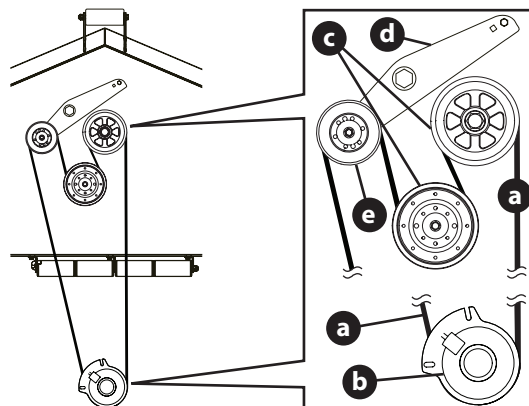

Figura 38
- Extraiga la correa de la TDF (a) de la plataforma siguiendo las instrucciones que figuran en los PASOS 1 - 3 en la sección Retiro de la plataforma y luego quítela de alrededor del embrague de la TDF (b) (Figura 38).
- Coloque la correa de la TDF (a) (Figura 38).
- Después de pasar la correa alrededor de la polea de la TDF (c), utilice un arrastre de 1/2" (12.7 mm) en el soporte de la polea tensora (d) y gire hacia la derecha de la cortadora de césped para terminar de pasar la correa alrededor de la polea tensora (e) (Figura 38).